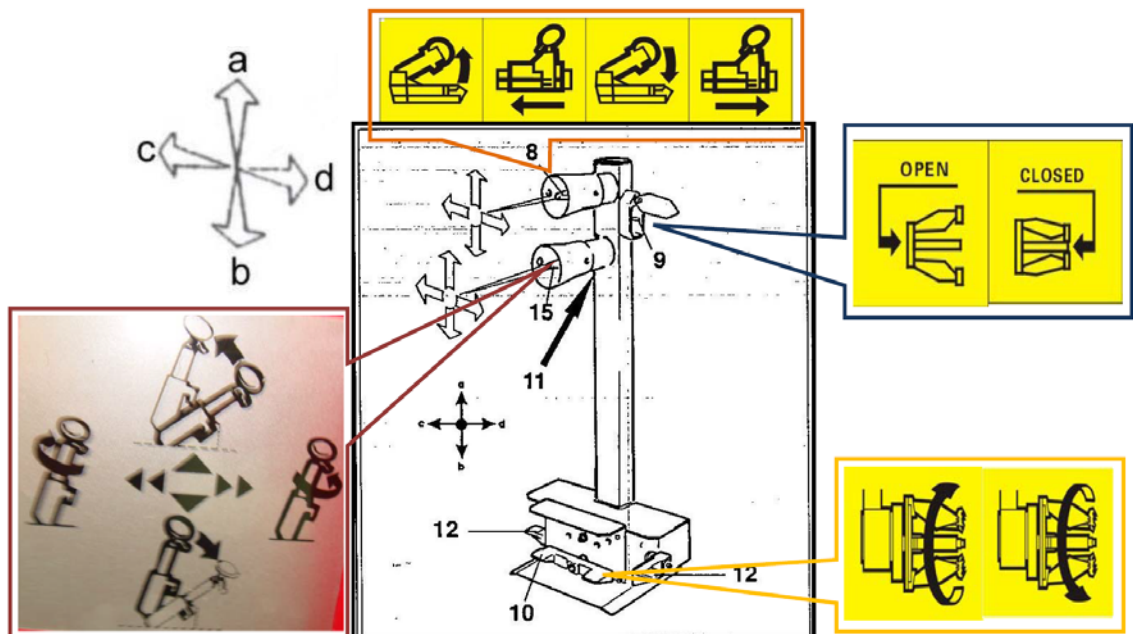

Рисунок 2. Стойка управления
4.2.2 Стойка управления (Рисунок 2) позволяет оператору работать из любой точки вокруг станка. На стойке расположены следующие средства управления стендом: